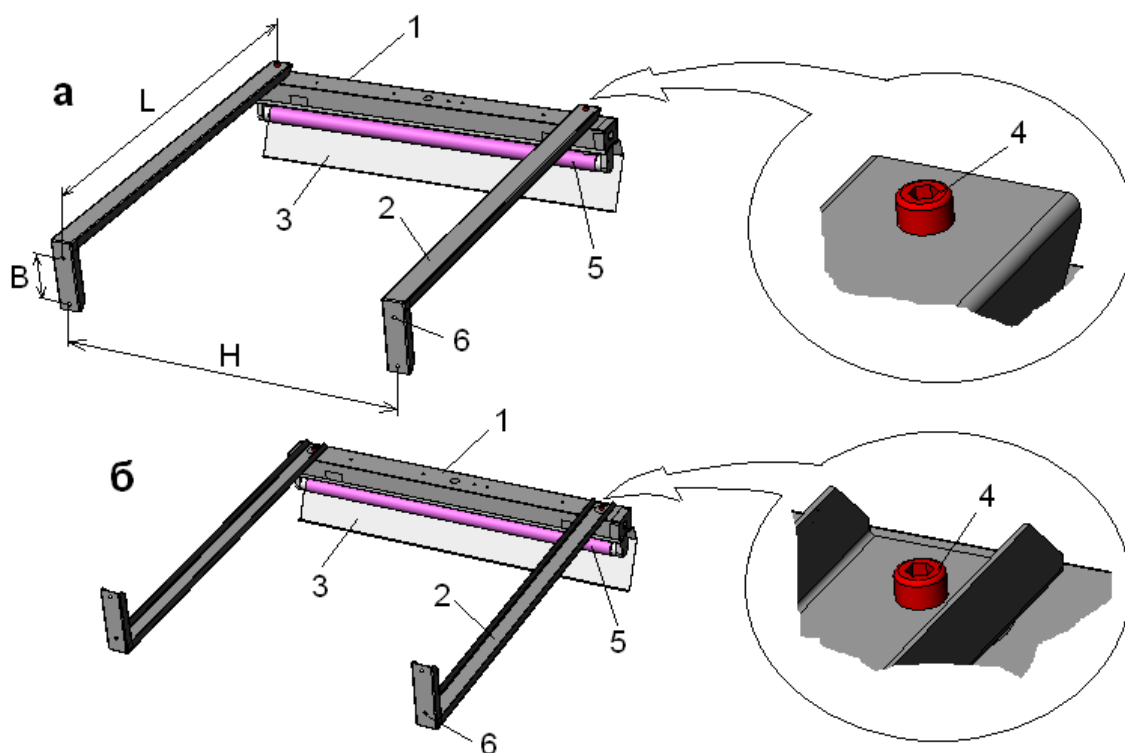
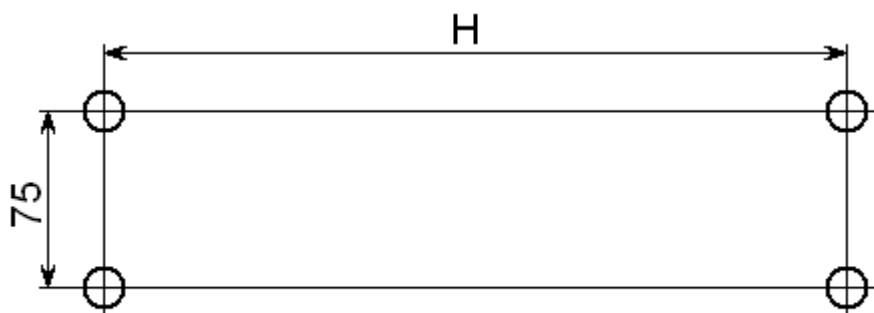

Рис. 1. Светильник типа ЛКО в рабочем положении
Рис. 4. Разметка отверстий для крепления
1.1. Консольный светильник типа ЛКО (рис. 1) предназначен для локального освещения классной доски в учебных заведениях светом одной люминесцентной лампы, и рассчитан для работы в сети однофазного переменного тока с напряжением 220В, частотой 50Гц.
| Модель | Габариты собственно светильника, мм | | | Монтажные отверстия 6 (рис.1), мм | | | Мощность лампы, Вт |
| | Длина | Ширина | Высота | Диаметр | В (рис.1) | Н (рис.1) | |
2.1. Вылет кронштейна L (рис. 1) – 600 мм.
6.4. Определив на стене место крепления кронштейнов 2 (рис.1), нанесите на стену карандашом или маркером метки для сверления крепёжных отверстий в соответствии с рис. 4 (размер Н возьмите из Таблицы 1 для светильника соответствующей модели).
6.6. Закрепите оба кронштейна 2 (рис. 1) согласно рис. 1а или 1б.